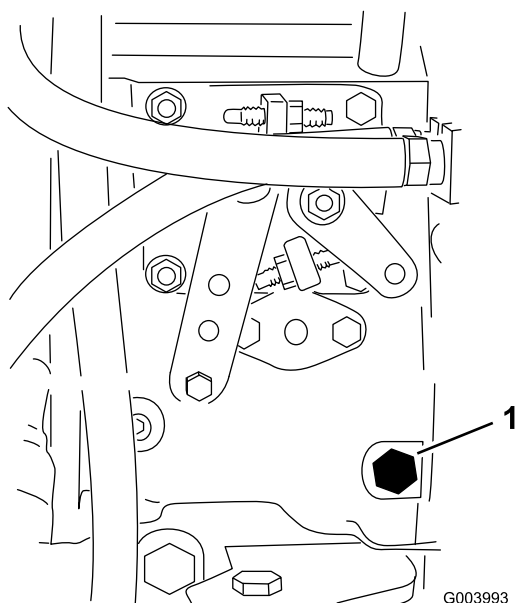

Figura 20
3. Con una chiave di 12 mm aprite la vite di spurgo dell'aria, situata sulla pompa di iniezione del carburante (Figura 20).